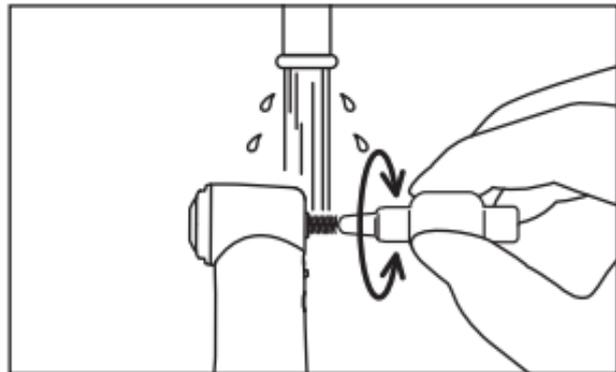

Fig. 21
- 2) Nettoyez l'intérieur de l'orifice d'insertion de la fraise/du foret pendant 15 secondes ou plus à l'eau courante à l'aide d'une brosse interdentaire (épaisseur de fil de 0,7 mm) conforme à la taille 4 selon la norme ISO 16409. (Fig. 21)